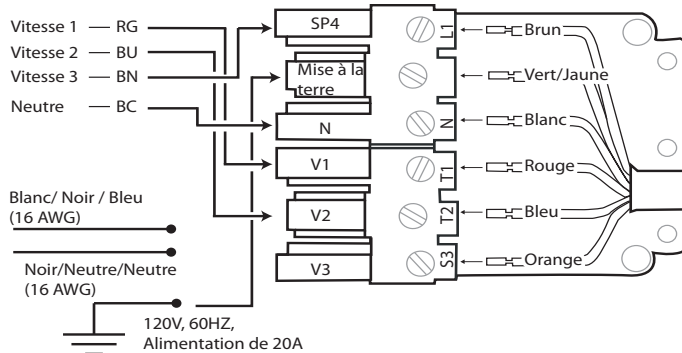

Figure 14 : Câblage de hotte avec un ventilateur de conduit
8. Branchez le ventilateur de conduit aux fils du connecteur en tire-bouchon, comme illustré sur la Figure 14. Branchez le fil vert (de mise à la terre) du ventilateur à distance à la vis de mise à la terre de la boîte de connexion.